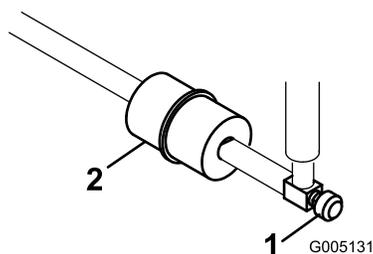

Figure 29
Le filtre à carburant en ligne se trouve dans la conduite d'alimentation, entre le réservoir de carburant et le carburateur (Figure 29).
1. Fermez le robinet d'arrivée de carburant (Figure 29).
2. Placez un bac de vidange sous le filtre, desserrez le collier sur le côté carburateur du filtre, et débranchez la conduite de carburant du filtre (Figure 29).
3. Desserrez l'autre collier et déposez le filtre (Figure 29).